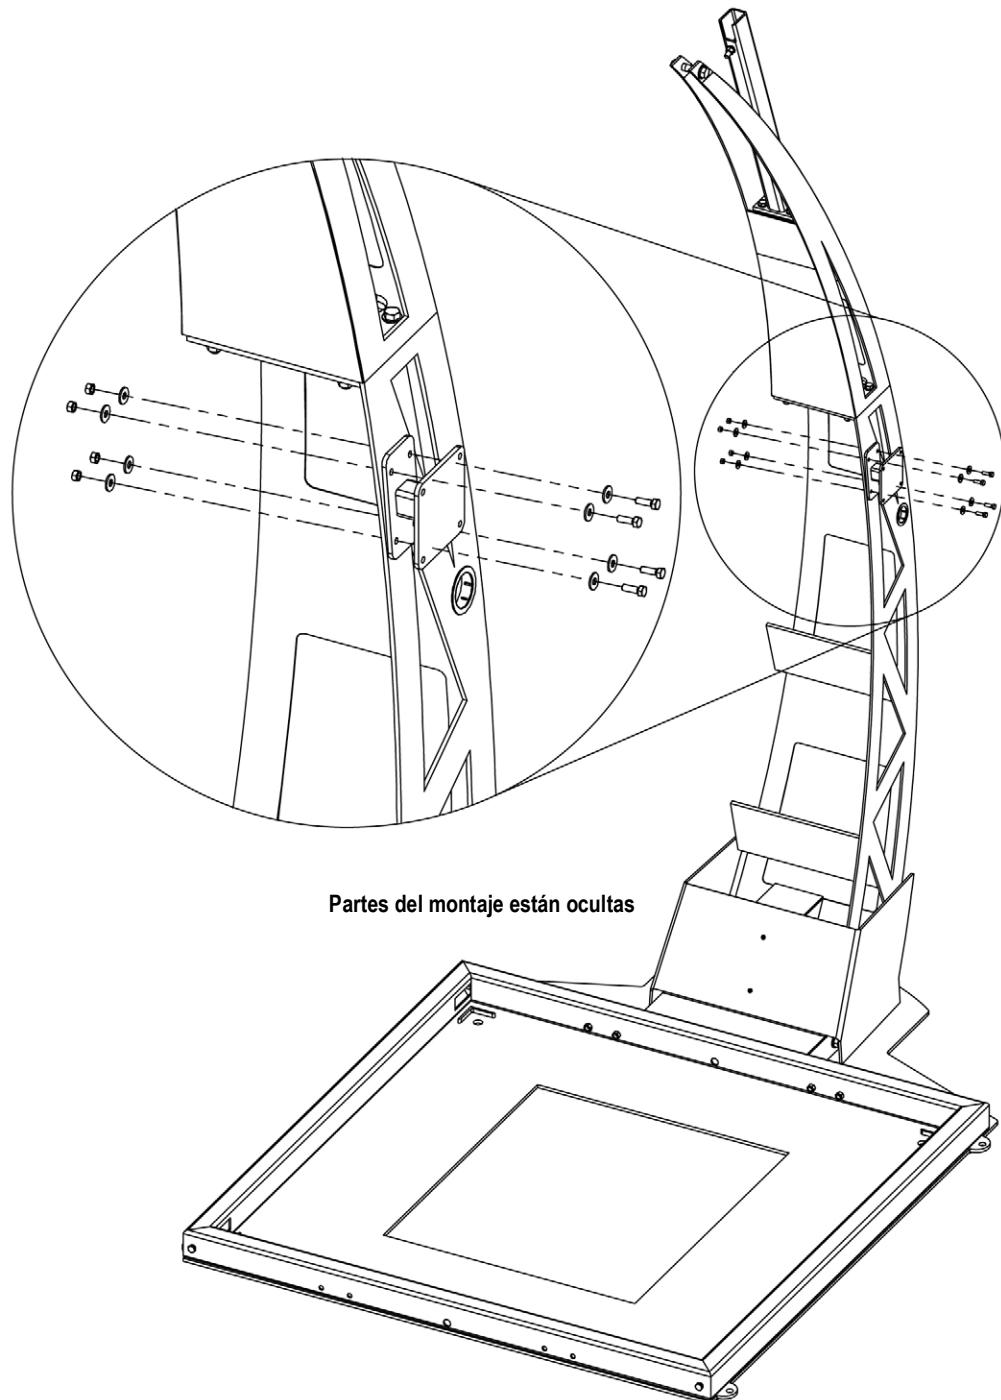

Figura 3-12. Soporte para conjunto del quiosco
**NOTA:** El conjunto del quiosco se puede instalar a cada lado del conjunto de la torre inferior. Si el conjunto del quiosco está instalado en el lado opuesto del conjunto que se muestra en la Figura 3-12, el conjunto del quiosco debe girarse 180°.